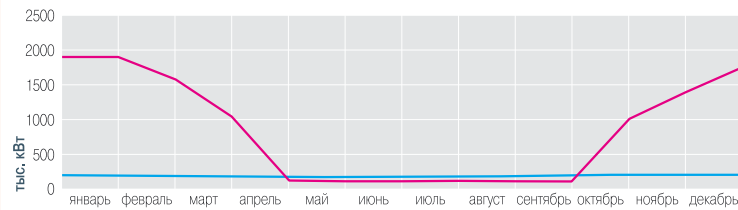

Рис. 3.
■ Рис. 3. Корреляционная зависимость величины доли трансмиссионных теплотерь от  $k_e^{des}$
ГПУ на МП-2 (рис. 3) показывают большую эффективность. В течение зимнего периода в связи с возможностью утилизации тепла непосредственно в систему отопления и вентиляции возможно достижение максимально полной утилизации теплоты, вырабатываемой в ГПУ.